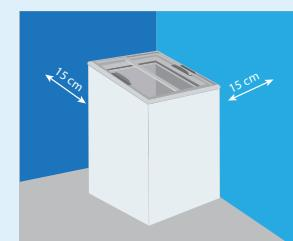

IMAGEN 3
1. Solo en la parte trasera hacia la pared; Asegurase de que hay una distancia de 150 mm (15 cm) entre las paredes y su refrigerador. (Imagen 3)